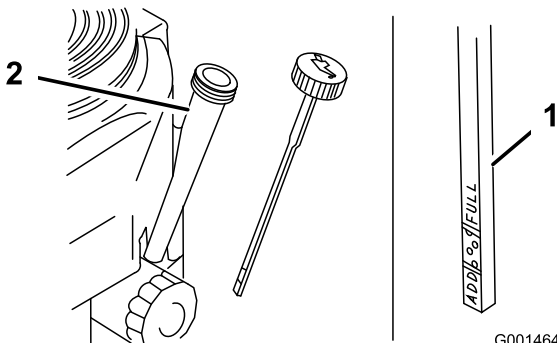

Bild 36
4. Reinigen Sie den Bereich um den Ölpeilstab (Bild 36), damit kein Schmutz in den Einfüllstutzen gelangen und den Motor beschädigen kann.
5. Schrauben Sie den Ölpeilstab heraus und wischen Sie das Metallende ab (Bild 36).
6. Schieben Sie den Ölpeilstab vollständig in den Einfüllstutzen (nicht in den Einfüllstutzen einschrauben) (Bild 36).
8. Gießen Sie ca. 80 % der angegebenen Ölmenge langsam in den Einfüllstutzen (Bild 36).